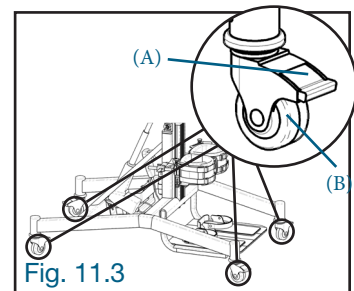

Fig. 11.3
11.3 VERROUILLAGE DES ROUES (fig. 11.3)